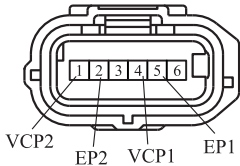

图 4-102 加速踏板拉杆插接器 A17
- 1) 断开加速踏板拉杆插接器 A17，如图 4-102 所示。
- 2) 将点火开关置于 ON (IG) 位置。